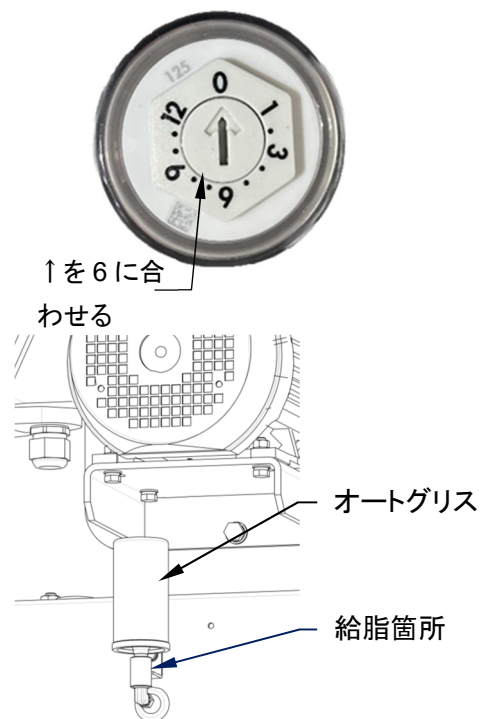

図8-2
- ③ 上部のガスジェネレーター設定数値を[6]のところに、↑印を合わせます。⇒スイッチがONになります。容器に入れてしばらく置き、オイルの吐出を確認すること。(図8-2)
- ④ 油性ペンなどで、本器の側面ラベルに使用開始日を記入すること。
- ⑤ 機械の給脂箇所に手でねじ込み取り付けます。(図8-2)
- ⑥ 約6ヶ月間使用可能ですが、6ヶ月間の使用を保証するものではありません。必ず毎週残量を確認すること。周囲温度20℃でほぼ設定期間使用でき、それより低温の時は期間が長く、高温の時は期間が短くなりますが、温度変化にかかわらず設定スイッチを[6]以下に設定します。[6]より大きく設定しますと軸受のオイルシールの寿命が短くなる可能性がありますので設定しないこと。
- ⑦ オートグリス残量が0以下になった場合は速やかに交換すること。オートグリスに比べ主軸部の修理は非常に高額になります。